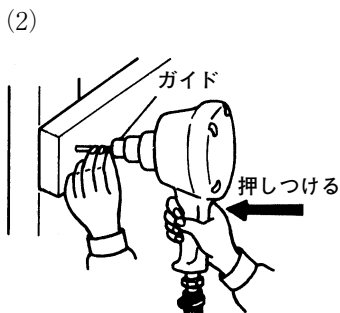

図 8
(2) ガイドの中に釘頭を入れて、釘がある程度打込まれ安定するまで本体を軽く押しつけます。(図8)